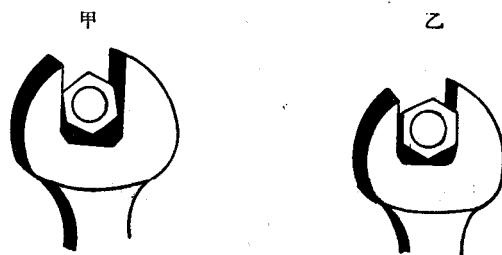

图1-2 开口扳手使用要领。
1. 使用时，扳手开度与螺母直径的大小必须符合，两者接触要密贴，如图1-2所示。不要过旷或过紧，不然很容